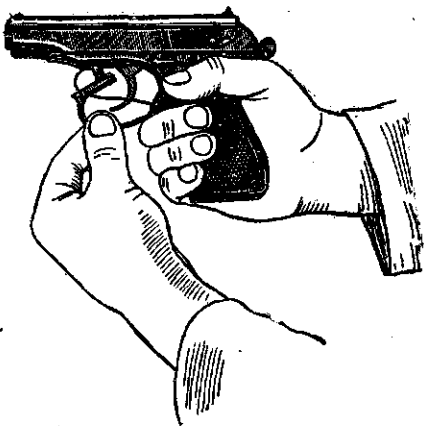

Рис. 4. Оттягивание спусковой скобы
2) Отделить затвор от рамки. Взяв пистолет в правую руку за рукоятку, левой рукой оттянуть спусковую скобу вниз (рис. 4) и, перекосив ее влево, упереть в рамку так, чтобы она удерживалась в этом положении. При